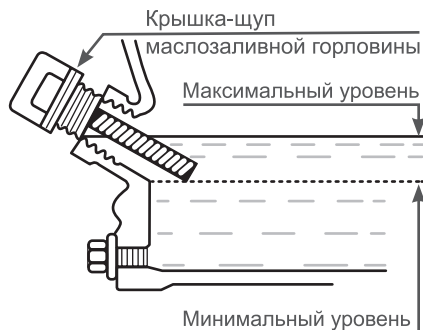

Рис. 5. Проверка уровня масла в картере
Максимальный уровень масла в картере соответствует нижней кромке заливного отверстия (Рис. 5).
1. При недостаточном уровне масла в картере необходимо долить чистое масло до верхней отметки на щупе, что соответствует нижней кромке заливного отверстия (Рис. 5).